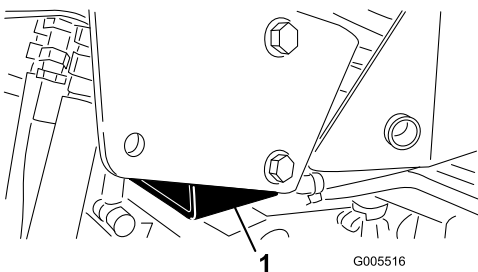

Figura 26
- Lado direito - debaixo do tapete do macaco e próximo do suporte de apoio do ROPS (Figura 26)